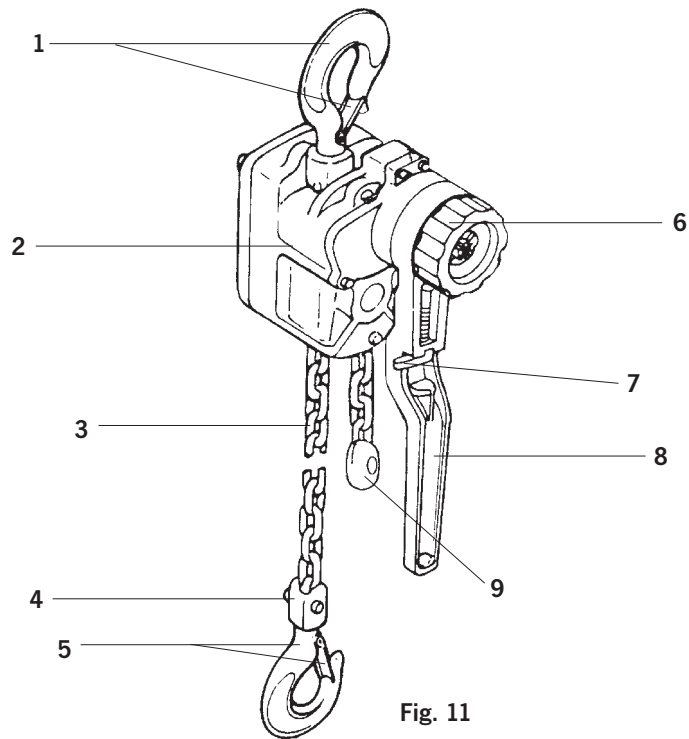

Fig. 11
- Ne pas utiliser l'arrêt de chaîne comme fin de course (Fig. 11).
L'arrêt de chaîne doit absolument être monté sur le brin de chaîne se trouvant sans charge (Fig. 11).
Placer le levier inverseur (Fig. 11) en position centrale (NEUTRAL). La chaîne peut maintenant être tirée dans les deux directions et le crochet de charge sera rapidement mis en position souhaitée.
Placer le levier en position haute: lever, \uparrow (Fig. 11). Manœuvrer le levier. Si le travail est interrompu lorsque le palan est en charge, le levier doit être en position haute: lever, \uparrow et non en position centrale NEUTRE ou position basse: descendre, \downarrow .
- No usar el tope de cadena como limitador final de carrera (Fig. 11).
El tope final de la cadena siempre debe estar montado en el ramal libre (Fig. 11).
Poner la manilla en la posición de punto neutro (Fig. 11). De esta manera la cadena podrá ser llevada a la posición adecuada en ambas direcciones.